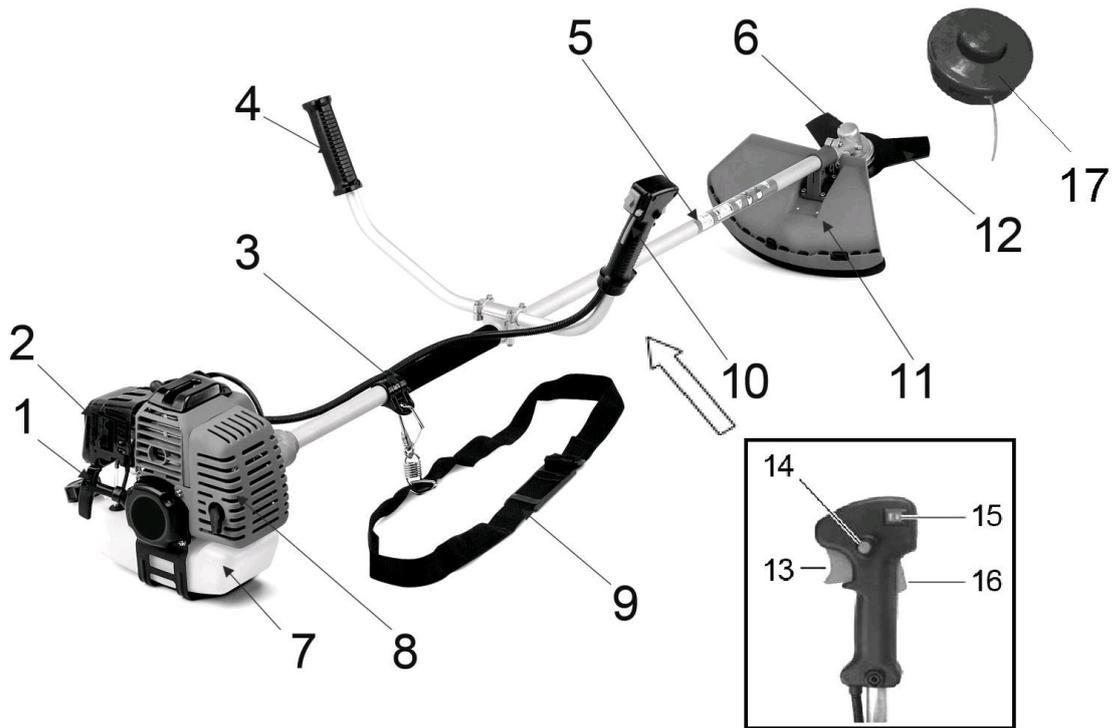

рис.1
(см. рис.1)
- ✓ Переведите выключатель зажигания (15)(См. Рис.1) на рукоятке управления в положение «ВКЛ»
- ✓ На ручке управления нажмите курок управления дроссельной заслонкой (13) и зафиксируйте его фиксатором курка (14).